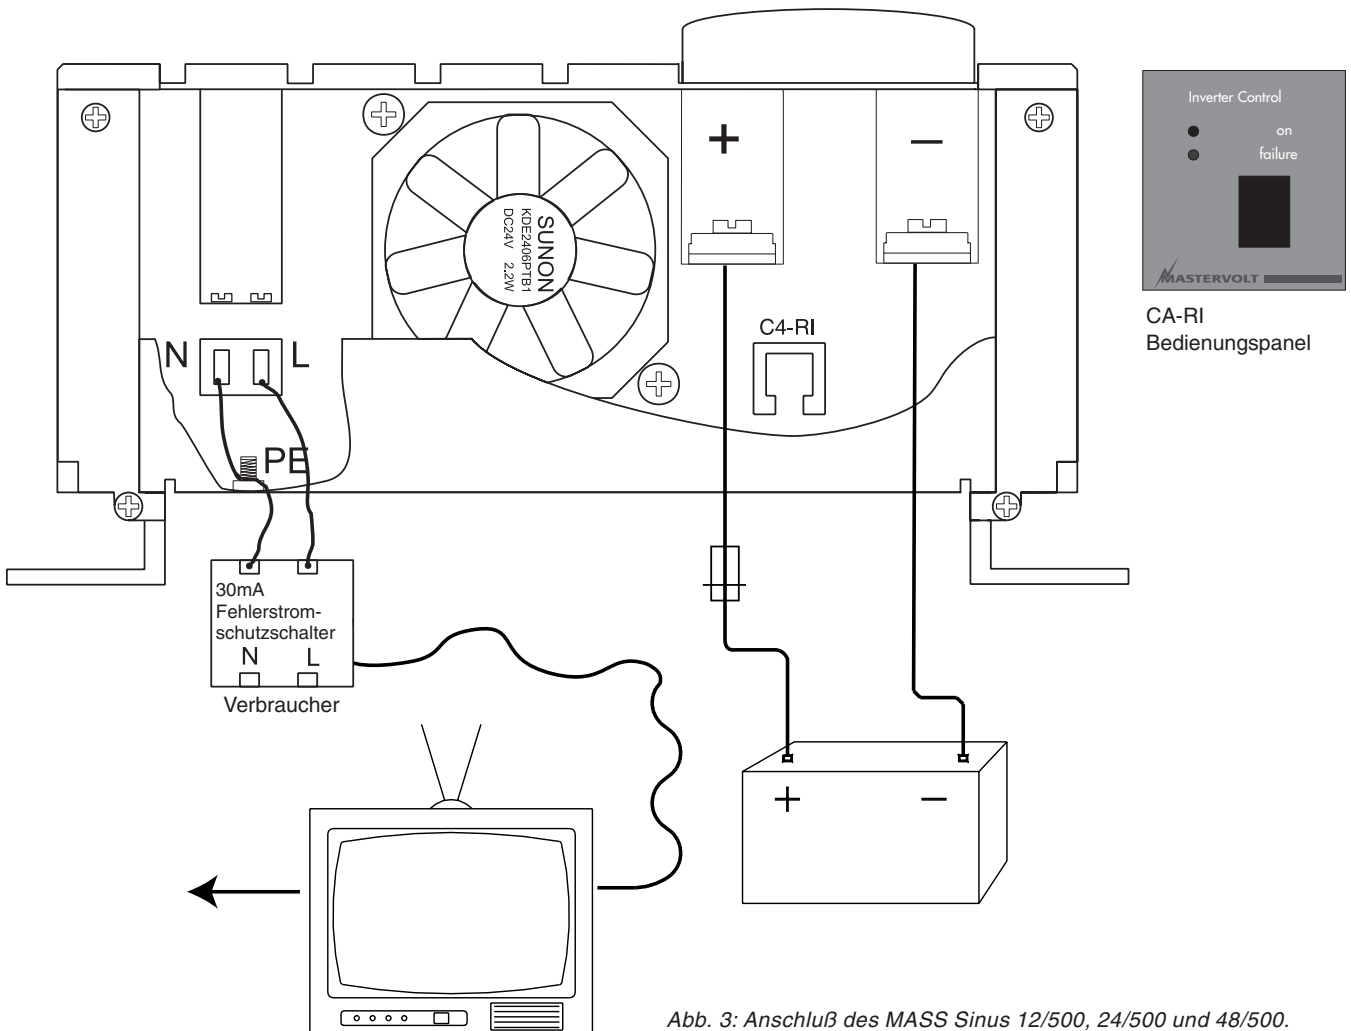

Abb. 3: Anschluß des MASS Sinus 12/500, 24/500 und 48/500.
Beim Mastervolt Kundendienst sind sämtliche Zubehörteile, wie Batterieanschlüsse und Versorgungskabel in jeder Größe erhältlich. Ziehen Sie die Batteriekabel durch die Flansche an der unteren Seite des Wechselrichters. Halten Sie die Kabel zwischen den Batterien und dem Wechselrichter so kurz wie möglich (max. 6 Meter). Verbinden Sie das schwarze Minuskabel der Batterie mit dem Minusanschluß (rechts) und das rote Pluskabel mit dem Plusanschluß (links) des Wechselrichters. Schneiden Sie die Kabel auf die richtige Länge und befestigen Sie sie, wenn nötig, mit Kabelklemmen an beiden Enden. Verbinden Sie das Minuskabel mit dem Minuspol der Batterie und das Pluskabel über die Wechselrichter-Sicherung mit dem roten Pluspol. Siehe hierzu das Anschlußdiagramm in Abbildung 3.
3.6. ANSCHLUß DES BEDIENUNGSPANELS (siehe Abb. 3)
Wenn die Fehlerlampe leuchtet, können Sie die Art des Fehlers auf der Vorderseite des Wechselrichters überprüfen. Abb. 3 zeigt das Bedienungspanel.